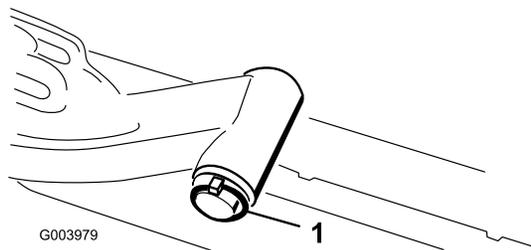

Figura 11
- A. Togliete l'acciarino e la rondella che fissano l'albero di articolazione al braccio di sollevamento, ed estraete l'albero dal braccio di sollevamento (Figura 11).
C. Inserite l'albero del braccio di sollevamento nel braccio di sollevamento, e fissatelo con la rondella e l'acciarino (Figura 11).